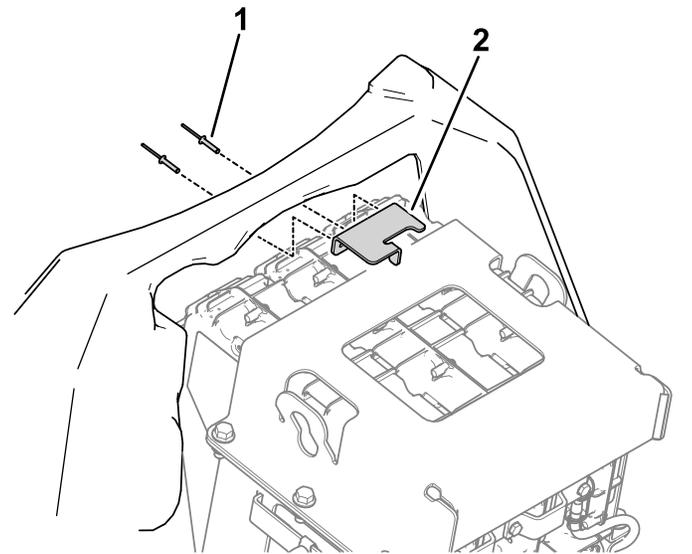

Bild 53
4. Verwenden Sie zwei Niete, um die Riegelhalterung an der Akkuabdeckung zu befestigen (Bild 53).